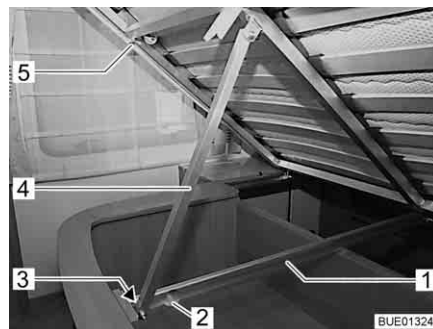

Bild 110 Fast säng
- Lyft ribbotten (Bild 110,5) och fäll upp den så lång att stödet (Bild 110,4) körs till ändläget (Bild 110) i skenan (Bild 110,1).
- Lyft ribbotten (Bild 110,5) och tryck stödet (Bild 110,4) bakåt nedtill. Se till att glidrullen (Bild 110,3) på stödets ände am inte hoppar ut från skenan (Bild 110,1) vid öppningen (Bild 110,2).